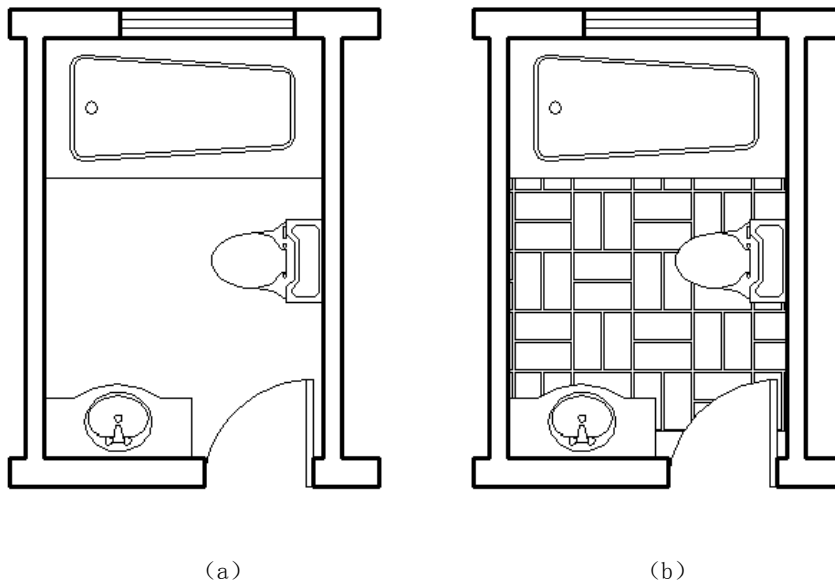

图 6-1 填充界面
用 Bhatch 命令将图 6-1 (a) 填充成图 6-1 (b) 的效果，操作步骤如下：
7) 满意效果后点【确定】按钮执行填充, 卫生间就会填充如图 6-1 (b) 的效果。